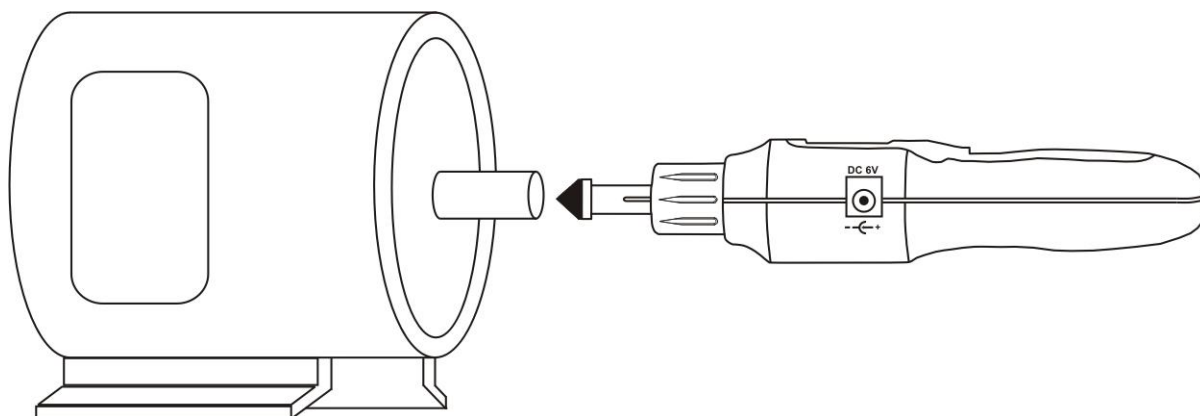

Fig. 3: Medida de velocidad con contacto sobre ejes rotativos
5. Pulse y mantenga pulsada la tecla /MEAS apoyando el terminal de goma en el eje rotativo en examen (ver la Fig. 3) y realice la medida. Durante la medida el símbolo “” se muestra en el visualizador